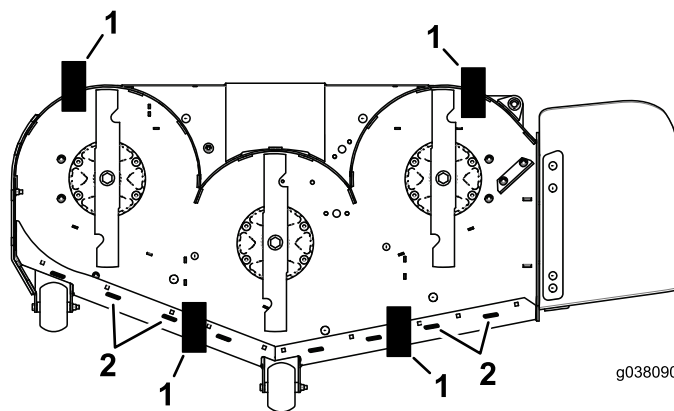

Figura 122
10. Coloque 2 bloques (ver Altura de bloque y soporte) debajo del borde trasero del faldón de la carcasa de corte, uno en cada lado de la carcasa de corte (Figura 122).